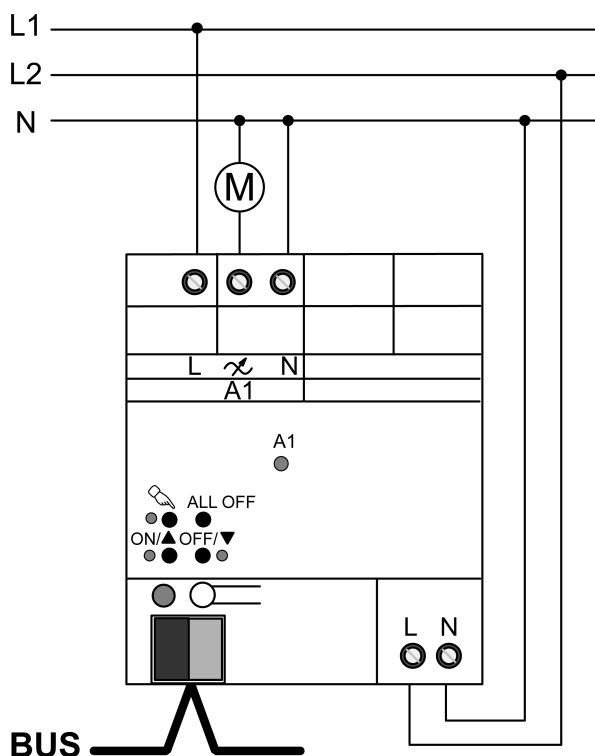

рисунок 6: 1-составный исполнительный элемент управления – подключение для работы в качестве устройства регулировки числа оборотов
- Подключите прибор, как показано на примере (рисунок 6).